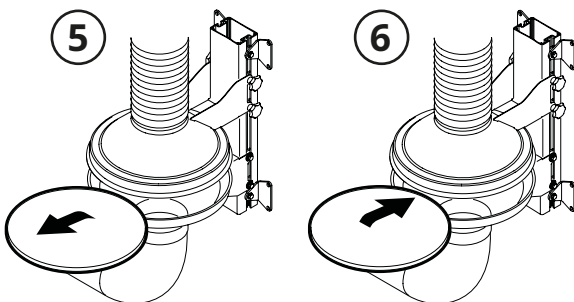

Fig. 17
4. Den Metalldrahtfilter aus dem unteren Kegel (5, **Fig. 17**) nehmen und entsorgen oder mit neutralen Reinigungsmitteln unter lauwarmem Leitungswasser reinigen.
6. Den neuen oder gereinigten Metalldrahtfilter in den unteren Kegel (6) einlegen und alle Teile verschließen und anschließen, die während des Ausbaus gelöst wurden.